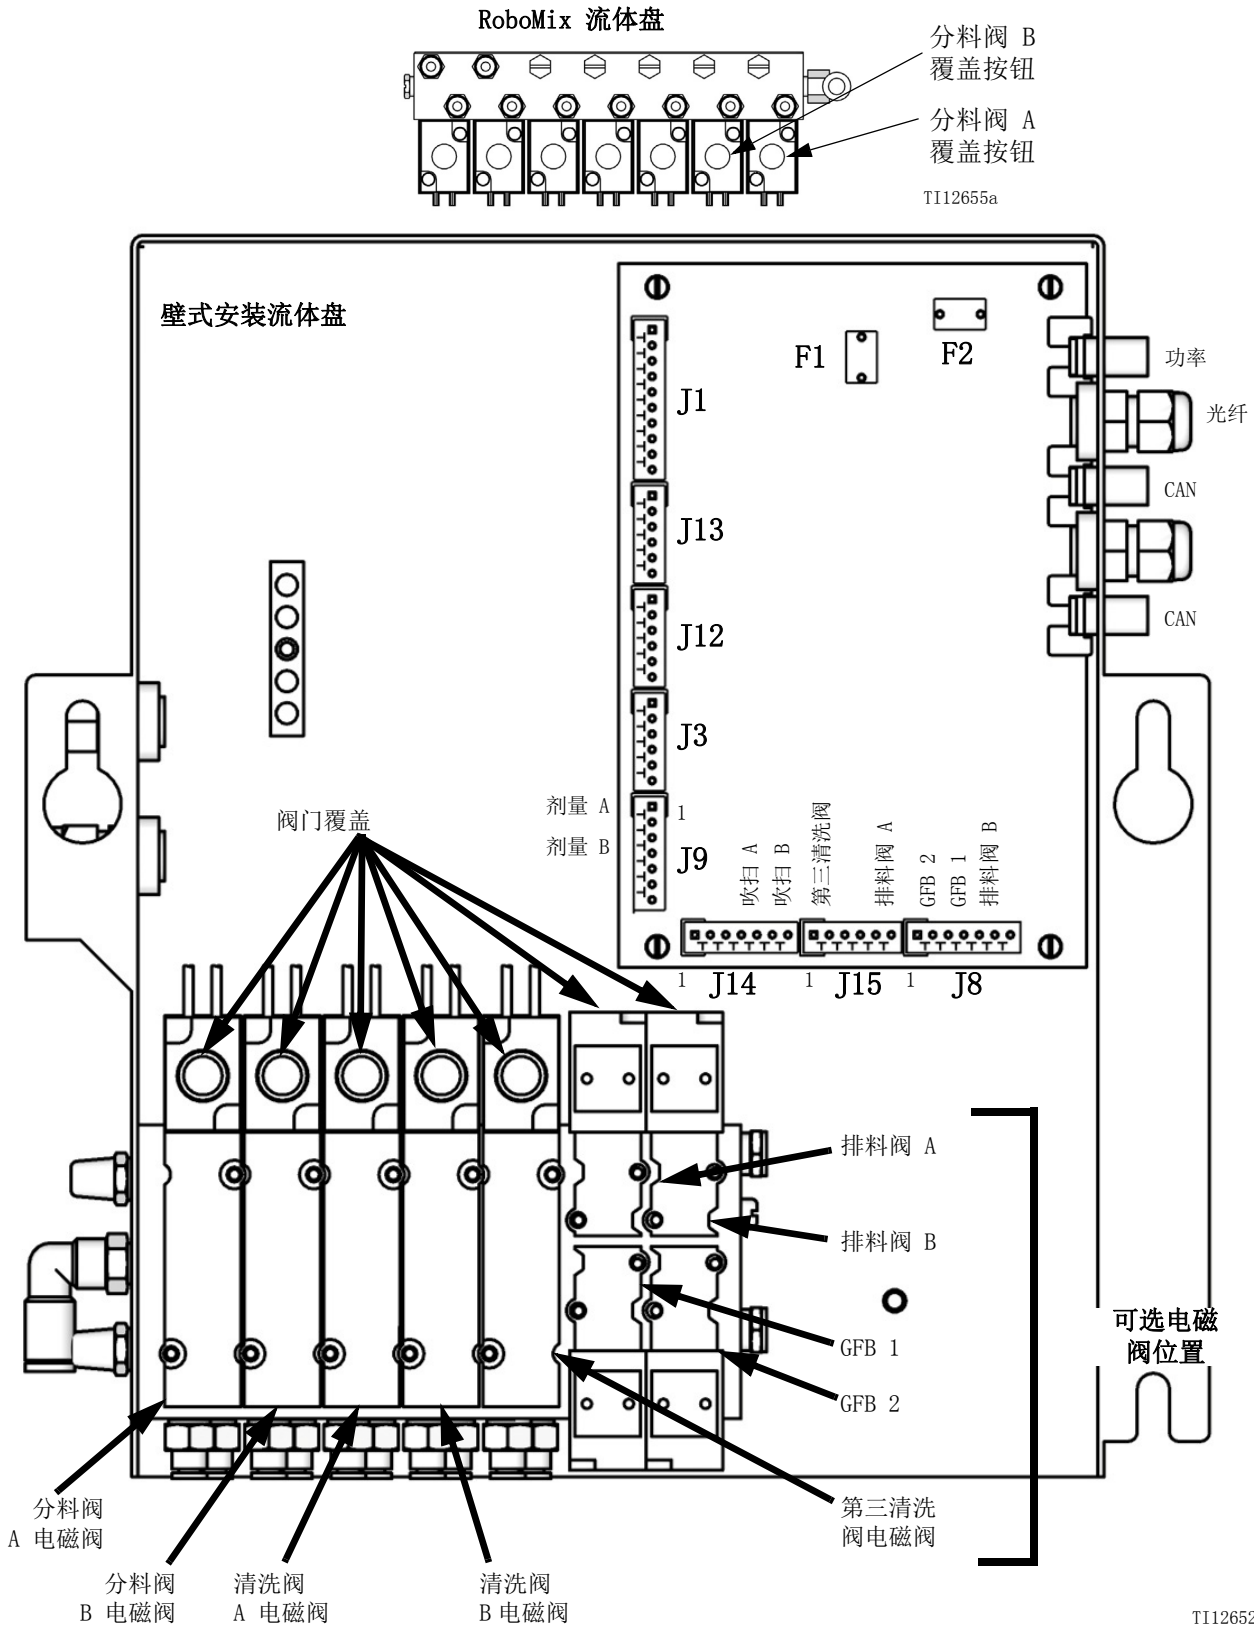

图 5: 流体盘板和电磁阀
2. 扣动喷枪扳机，按下 A 和 B 分料阀电磁阀上的手动覆盖按钮，释放压力。参见图 5。
5. 扣动喷枪扳机，按下 A 和 B 清洗阀电磁阀上的手动覆盖按钮，释放空气和溶剂压力。参见图 5。确认溶剂压力已降至 0。
3. 按下并按住排料阀 A 电磁阀覆盖按钮，图 5。
5. 按下并按住排料阀 B 电磁阀覆盖按钮，图 5。
7. 按下并按住排料阀 A 电磁阀覆盖按钮，图 5。
9. 按下并按住排料阀 B 电磁阀覆盖按钮，图 5。
3. 电磁阀故障	<p>卸下流体盘盖，按下并释放电磁阀的覆盖按钮，手动操纵电磁阀。图 5.</p> <p>利用控制板的诊断指示来检查信号。如果信号不正确，请转至原因 4。</p> <p>阀门的打开和关闭都应非常快速。如果阀门启动缓慢，可能的原因包括：</p> <ul style="list-style-type: none"> • 阀门驱动器空气压力过低。请参见原因 1。 • 电磁阀堵塞。要确保供气管路已安装 5 微米的过滤器。 • 存在限制电磁阀或管路的故障。检查阀门启动时相应电磁阀气路的空气输出。清除限制。 • 有一个分料阀旋入过量。有关设置，请参见 ProMix 2KS 操作手册。 • 流体压力过高，空气压力过低。 • 阀门内的液封已失效。有关修理信息，参见相应的阀手册。